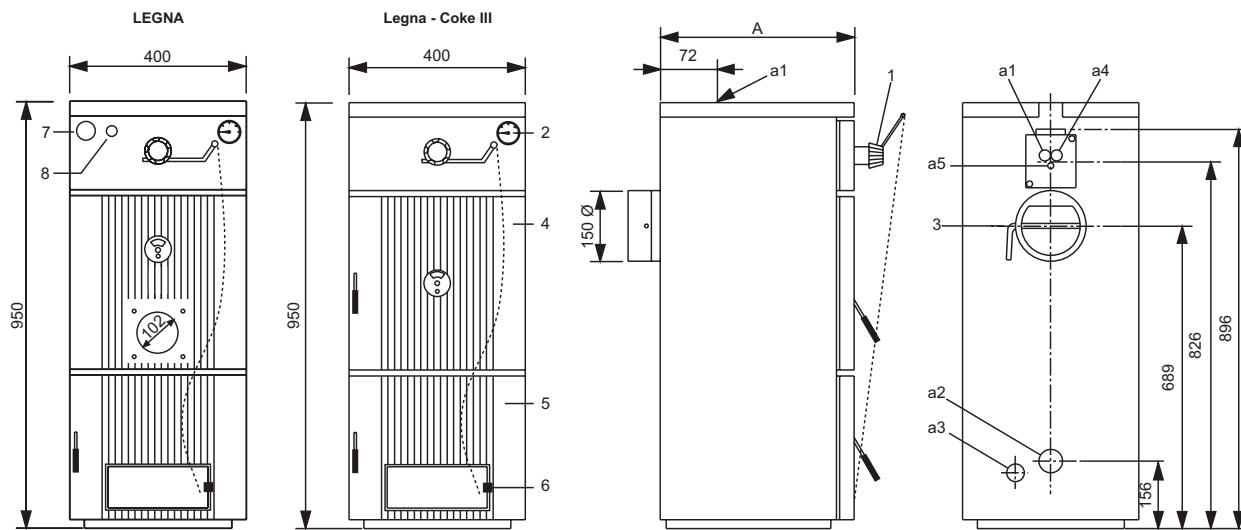

fig. 2
1. Montare la valvola di sicurezza "P" sull'uscita del serpantino "N" rispettando il senso indicato dalla freccia. Inserire la sonda "Q" della valvola nell'apposita guaina "a5" (fig. 2). Collegare l'ingresso acqua direttamente al serpantino di sicurezza. Collegare l'uscita alla valvola.